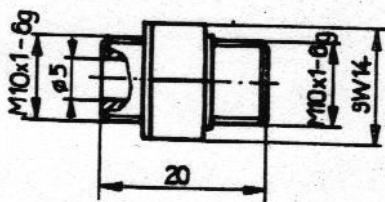

Bild 4
Die Wegeventile sind einzeln oder in Verkettung einsetzbar. Bei der Batterieverkettung (E) erfolgt die Verbindung durch einen Gewindestutzen nach Bild 4 und einen Rundring 10×1^3 .